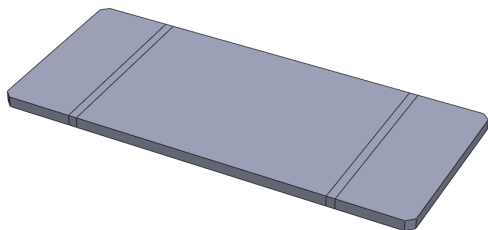

图 9-54 展开局部折弯效果
(4) 单击【确定】按钮，即可展开局部折弯，效果如图 9-54 所示。